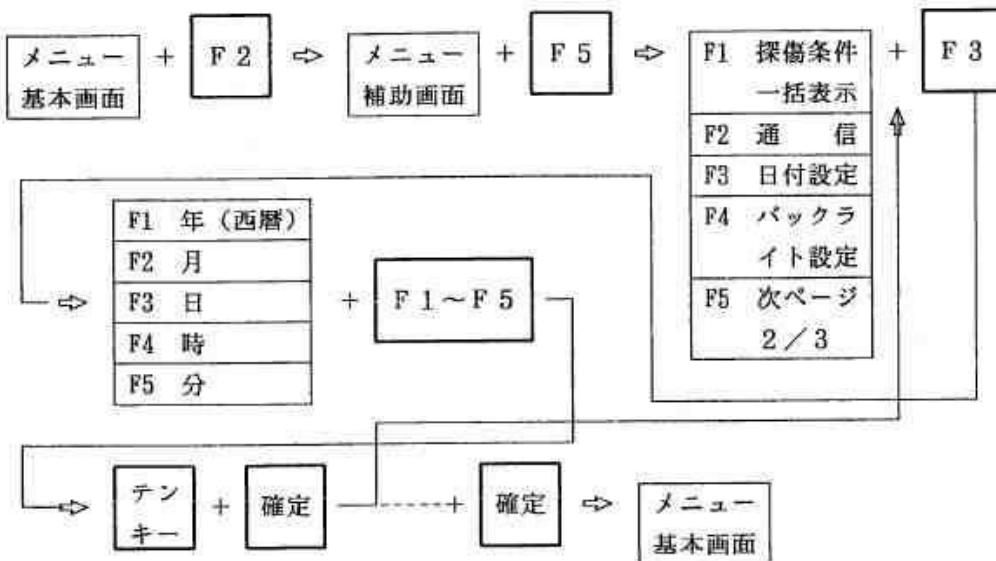

図 6.2.13 UI-23 中の日付と時刻を調整する方法
- ⑤ 確定キーを1回押します。指定したデータがUI-23へ送られます。受信されたデータファイルは、UI-23のデータリストの最後から保存されます。
⑥ この操作を取り消す場合は、図 6.2.13 に示したように、選択キー [F 3] の代わりに取消キーを2回押します。メニューエリアには、メニュー基本画面が表示されます
- ① 選択キー [F 2] を1回押すとメニューエリアにメニュー補助画面が表示されます。
② 選択キー [F 5] を1回押すとメニューエリアに図 6.2.13 に示す選択メニューが表示されます。
③ 選択キー [F 3] を1回押すとメニューエリアに図 6.2.13 に示す選択メニューが表
- ④ 設定したい項目を選択し、テンキーを用いて数値を入力します。
- ⑤ 確定キーを1回押すと図6.2.13に示したように、選択メニューに戻ります。
- ⑥ 日時入力が終わったら、確定キーを1回押した後、続けて確定キーを1回押します。